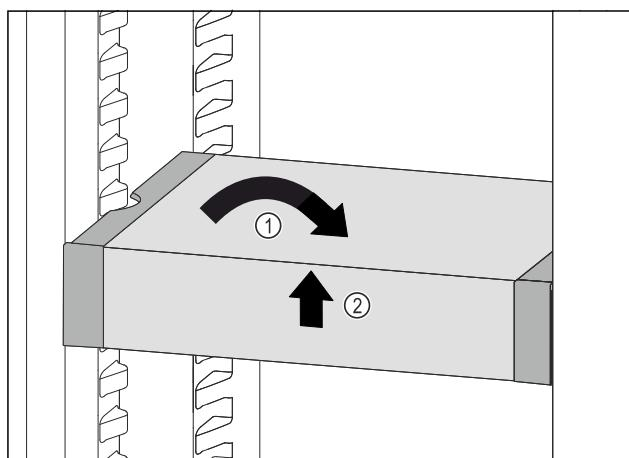

Fig. 102
- Установите VarioSafe прямо. Fig. 102 (1)
- Приподнимите VarioSafe спереди. Fig. 102 (2)